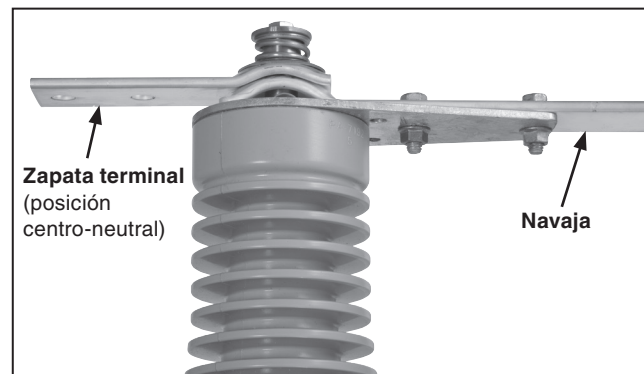

Figura 27. Coloque la zapata terminal articuladora en la posición centro-neutral.
- Coloque la zapata terminal articuladora abisagrada en la posición centro-neutral. Ver Figura 27.